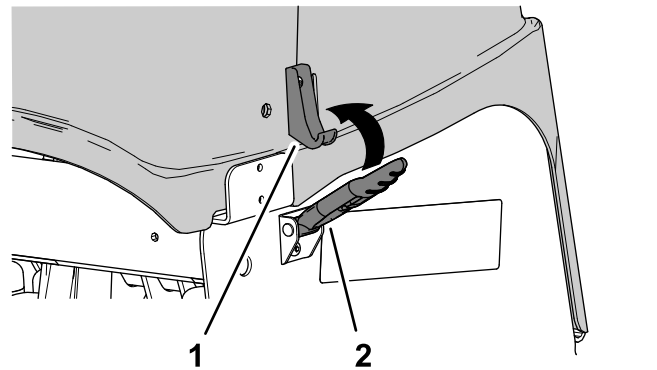

Bild 153
2. Verriegeln Sie die Abdeckung des Aerifizierkopfs an den vier Verriegelungspunkten (Bild 153).